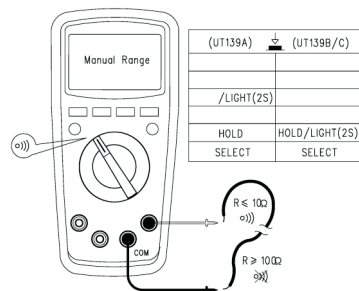

图5
3. 电路通断测量(见图5)如果被测二端之间电阻 $>150\Omega$, 认为电路断路, 蜂鸣器无声; 被测二端之间电阻 $\leq 10\Omega$, 认为电路良好导通, 蜂鸣器连续声响。